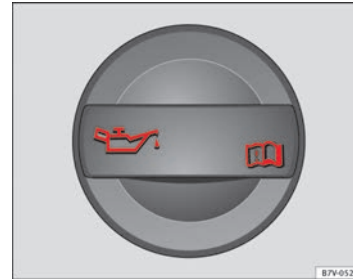

Abb. 171 Im Motorraum: Deckel der Motoröleinfüllöffnung.
- Die Motoröleinfüllöffnung ist an dem Symbol  auf dem Deckel \Rightarrow Abb. 171 und der Ölmesstab am farbigen Griff erkennbar.
- Deckel der Motoröleinfüllöffnung vom Zylinderkopf abschrauben ⇒ Abb. 171. Wenn nicht klar ist, wo sich der Deckel befindet, fachmännische Hilfe in Anspruch nehmen.